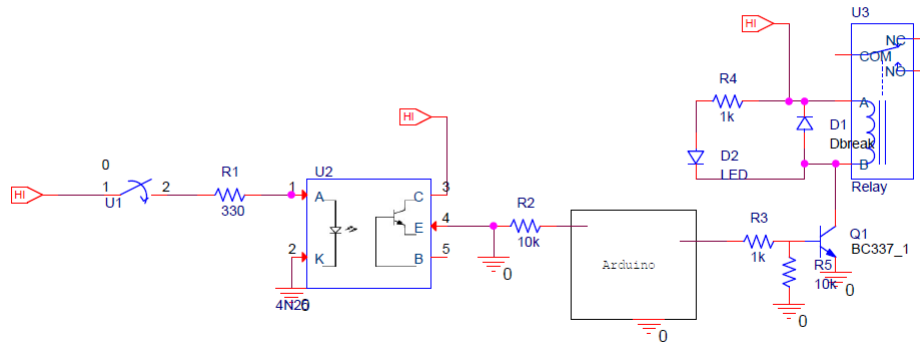

Figura 1: Diagrama
1. Arma el circuito que se muestra en la figura 1.